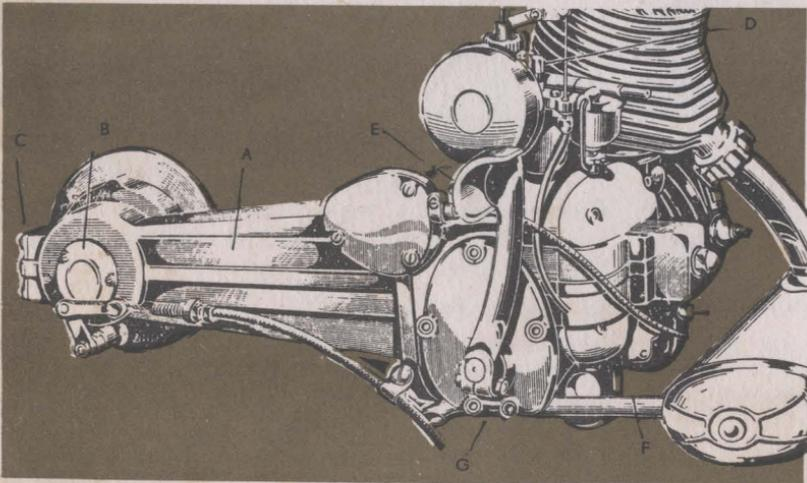

Fig. 12
Agite el combustible siempre que se disponga a andar en su Siambretta. Para obtener una buena carburación y lubricación es indispensable que la nafta y el aceite estén bien mezclados. Abra el robinete y controle si la mezcla llega al carburador. Si hay necesidad, apriete el botón (D) en la tapa del carburador (Fig. 12), para hacer llegar la nafta al mismo.
Controle y mantenga el nivel de aceite en la caja de velocidades, agregando aceite por el orificio (E), hasta que salga por (F) (ver Fig. 12).
Controle y rellene con la cantidad necesaria de grasa las cajas de suspensión delantera sacando la tapa (C) (ver Fig. 5). Cambie el aceite en la caja de velocidades cuando el motor esté aún caliente. Para vaciar el aceite, saque el tapón (G)(Fig. 12). Eche aproximadamente  $\frac{1}{2}$  litro de aceite por el orificio (E). Controle y nivele el aceite en la caja de transmisión sacando la tapa (B) (Fig. 12); lubrique los cojinetes de la rueda delantera con grasa fibrosa para rodamientos.